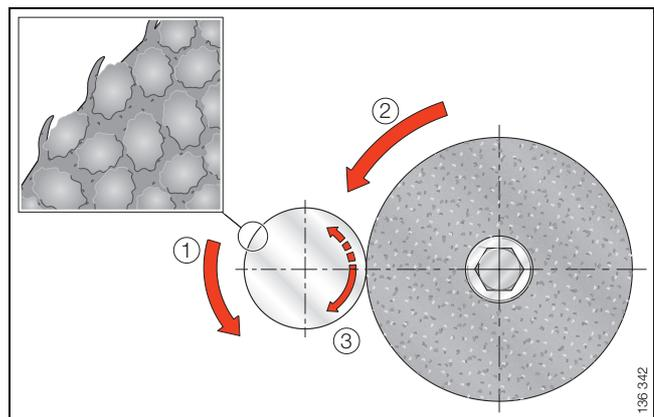

Bild 13 · Schleifen einer Gusswelle
- der Drehsinn von Gusswellen in der Anwendung sollte dem Drehsinn der Schleifscheibe entsprechen, da in der entgegengesetzten Drehrichtung mit größerem Verschleiß zu rechnen ist (Bild 13).